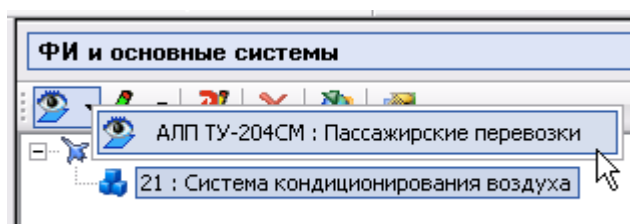

Рис. 1-4
- В раскрывающемся меню кнопки **Просмотр** , расположенной на панели инструментов, выберите анализируемый проект АЛП (рис. 1-4).